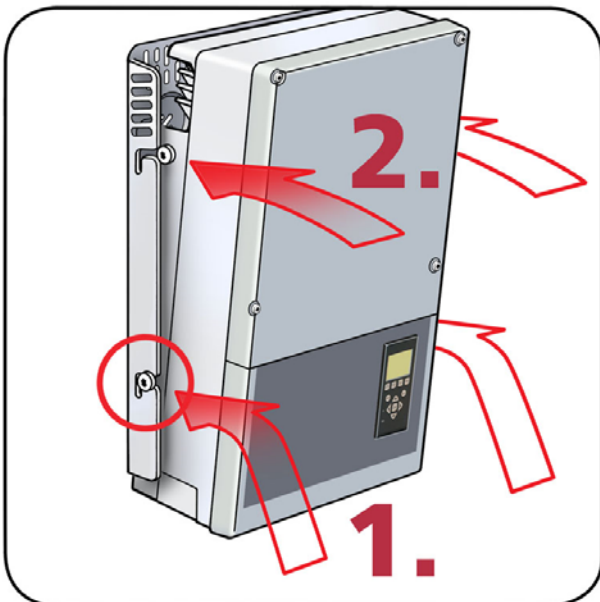
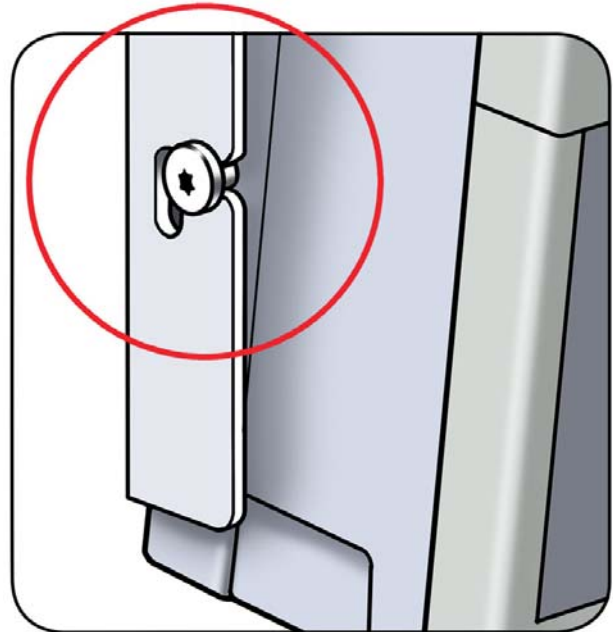

Abbildung 2.12 Einführung der Schrauben in die Schlitzte
Abbildung 2.13 Einführung der Schrauben in die Schlitzte – Detailansicht
3. Den Wechselrichter so nach vorn drücken, dass die seitlichen Schrauben zuerst in die in die beiden unteren Schlitzte und dann in die beiden oberen Schlitzte geführt werden. Siehe *Abbildung 2.12* und *Abbildung 2.13*.